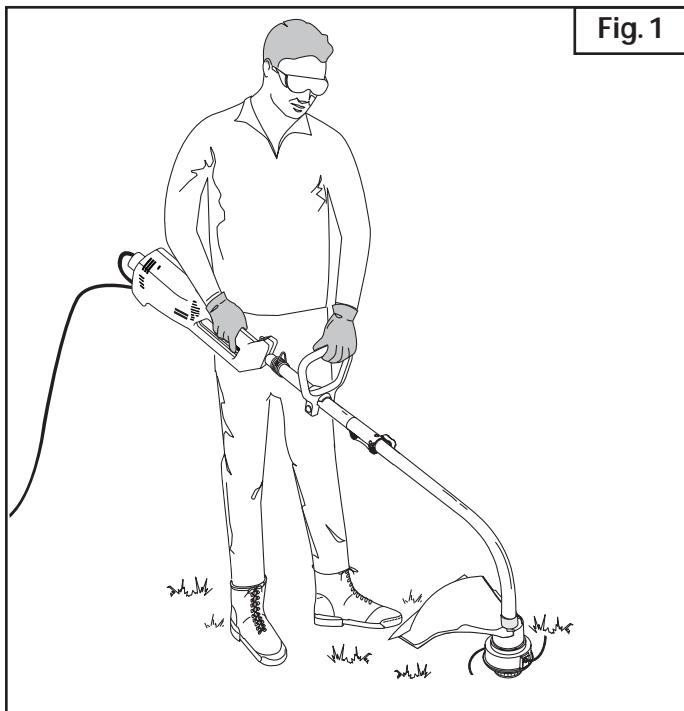

Fig. 1
1. Tenez l'appareil en position de fonctionnement (Fig. 1).